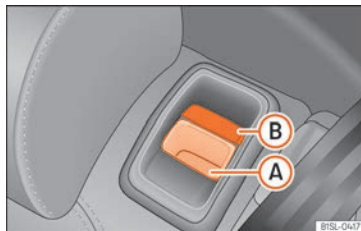

Fig. 135 Seient posterior: tecla de desbloqueig (A); marca vermella (B).
- Estireu la tecla de desbloqueig » **fig. 135** (A) cap endavant i aixequiu al mateix temps el respattler del seient posterior.
- El respattler del seient posterior es troba enclavat quan es veu la marca vermella de la tecla (B).